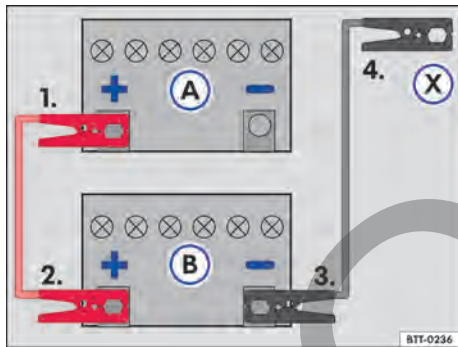

Fig. 179 Esquema para la conexión de los cables auxiliares de arranque: batería del vehículo descargada (A) y batería del vehículo que provee la corriente (B).
Leyenda para → fig. 179:
Conectar el cable de arranque auxiliar solo en la secuencia 1 – 2 – 3 – 4 → fig. 179.
- Conectar una extremidad del cable auxiliar de arranque *rojo* al polo positivo (+) del vehículo con la batería del vehículo descargada → fig. 179 (A) → ⚠.
- Conectar el otro extremo del cable de arranque auxiliar *rojo* al polo positivo (+) del vehículo que suministra corriente (B).
- Conectar un extremo del cable de arranque auxiliar *negro* al polo negativo (-) de la batería del vehículo que suministra la corriente (B).
- Conectar el otro extremo del cable de arranque auxiliar *negro* (X) al vehículo con la batería descargada en un punto de ayuda al arranque (punto de puesta tierra) o una pieza de metal atornillada firmemente al bloque del motor, sin embargo, no cerca de la batería (A) → ⚠.